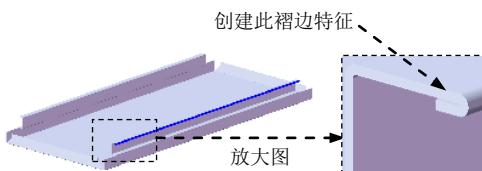
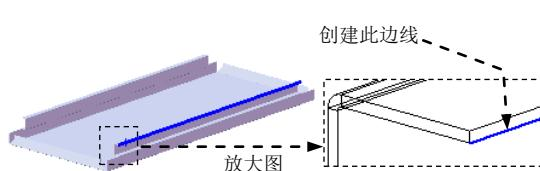

图 17.9.28 创建褶边 1
图 17.9.29 定义特征的边线
Step12. 创建图 17.9.28 所示的褶边 1。
(1) 选择命令。选择下拉菜单**插入(I)** → **钣金(B)** → **褶边(H)...** 命令，系统弹出“褶边”对话框。
(2) 定义特征的边线。选取图 17.9.29 所示的模型边线为生成的褶边的边线。
(3) 定义褶边类型和大小。在**边线(E)**区域中选中“材料在内”按钮。在**类型和大小(T)**区域中选择“打开”选项。在**角度(A)**文本框中输入角度值 2.0。在**偏移量(O)**文本框中输入 0.1。
(4) 单击按钮，完成褶边 1 的创建。